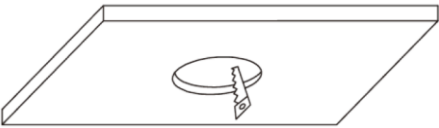

Рис. 2
- 5.5. Подготовьте отверстие в потолке требуемого диаметра, убедитесь, что оно не повлечет за собой другие объекты, такие как балки перекрытия, трубы и кабель (рис. 2).